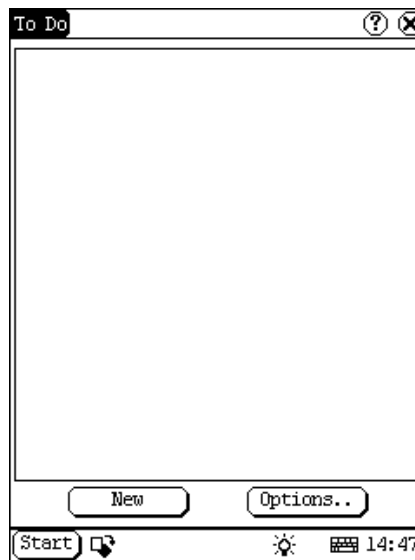

Abb. 4-23
- 3) Klicken Sie auf [Optionen], um ein neues To-Do-Anzeigeinterface zu öffnen. (Siehe Abb. 4-23)